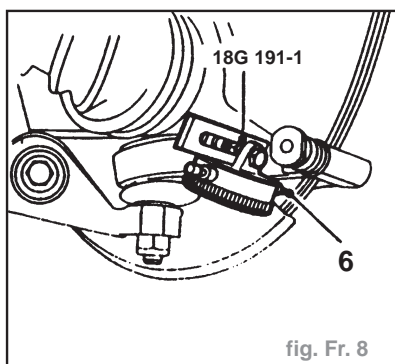

fig. Fr. 8
- Monter un comparateur à cadran sur la fixation intérieure d'étrier, à l'aide de l'outil **18G 191-9** et serrer le boulon. Serrer le boulon supérieur de maintien (fig. Fr. 8).